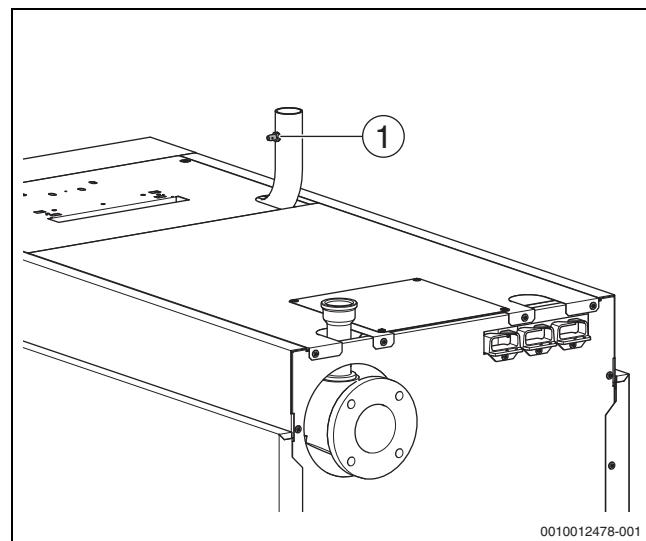

Рис. 28 Удаление воздуха из газопровода
- ▶ Отверните на 2 оборота запорный винт контрольного ниппеля, предназначенного для измерения давления и выпуска воздуха (→ Рис. 28, [1], стр. 29).